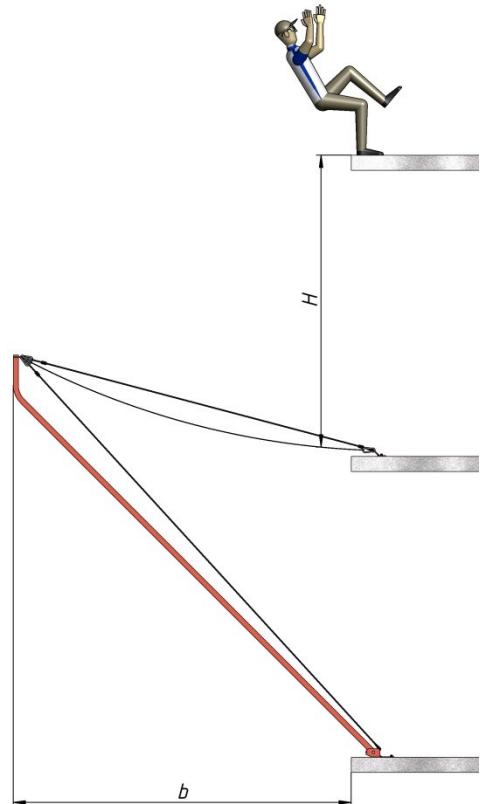

Рисунок 9
12. Крепление внутреннего каната оплетки сети на перекрытии с помощью анкер-крюков (рис. 9):